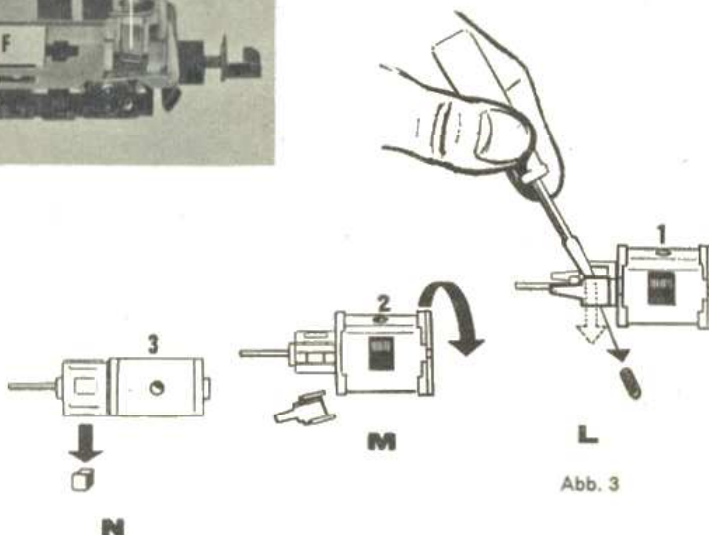

Abb. 3
Verbrauchte Motorbürsten nach dem Herausnehmen des Motors entsprechend Abb. 3 (L-M-N) herausnehmen und durch neue ersetzen. Vorsicht beim Abnehmen der Bürstenhalterdeckel (L), damit die kleine Druckfeder nicht verlorengeht. Weiterhin darauf achten, daß das Kontaktblech mit der umgebogenen Kontaktfeder wieder auf die gleiche Motorseite montiert wird, sonst ev. Fahrtrichtungskehr.